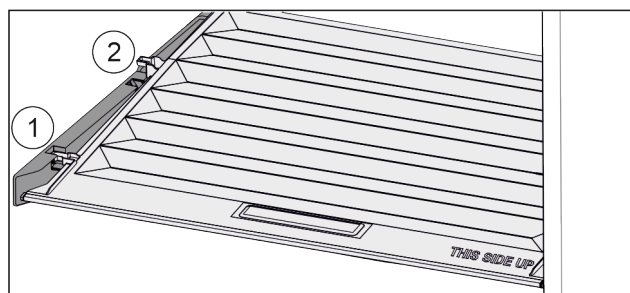

Fig. 71
- ▶ Tirer le couvercle vers l'avant jusqu'à dans l'orifice des pièces de retenue Fig. 71 (1).
- ▶ Le soulever par le bas à l'arrière et le sortir par le haut Fig. 71 (2).